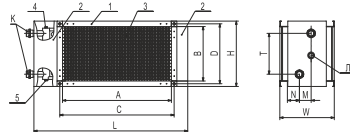
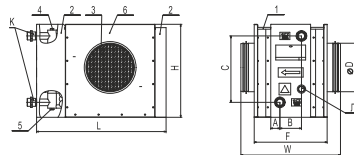

Fig 1
Fig 2
lwh besteht aus einem Gehäuse (1), einer im Gehäuse integrierten Heizeinheit (3) sowie einem runden oder rechteckigen Anschlussstutzen, Abb. 1 und Abb. 2. Das Gehäuse besteht aus einer Gehäusesseite (6 für die Rohr-Warmwasser-Heizregister) und zwei Schutzmänteln (2) aus verzinktem Stahlblech.
Am Ausgangskollektor des Heizregisters ist ein Gewindestutzen (Gewinde G1/4) mit einem Stopfen (siehe L, Abb. 1 und Abb. 2) montiert. Der Stopfen kann zur Temperaturmessung und für den Frostschutz des Heizregisters durch einen Eintauch-Temperatursensor ersetzt werden. Das Heizregister ist mit einem Entlüftungsstutzen mit Gewinde G1/2 (4) und einem Entleerungsstutzen mit Gewinde G1/2 (5) an der Stirnseite ausgestattet.
Die Grundabmessungen für die Warmwasser-Heizregister mit einem rechteckigen und runden Anschlussstutzen sind in den Tabellen 1, 2 und in Abb. 1 und Abb. 2 angegeben. Die Grundparameter und die technischen Daten sind in Tabellen 3, 4 angegeben.